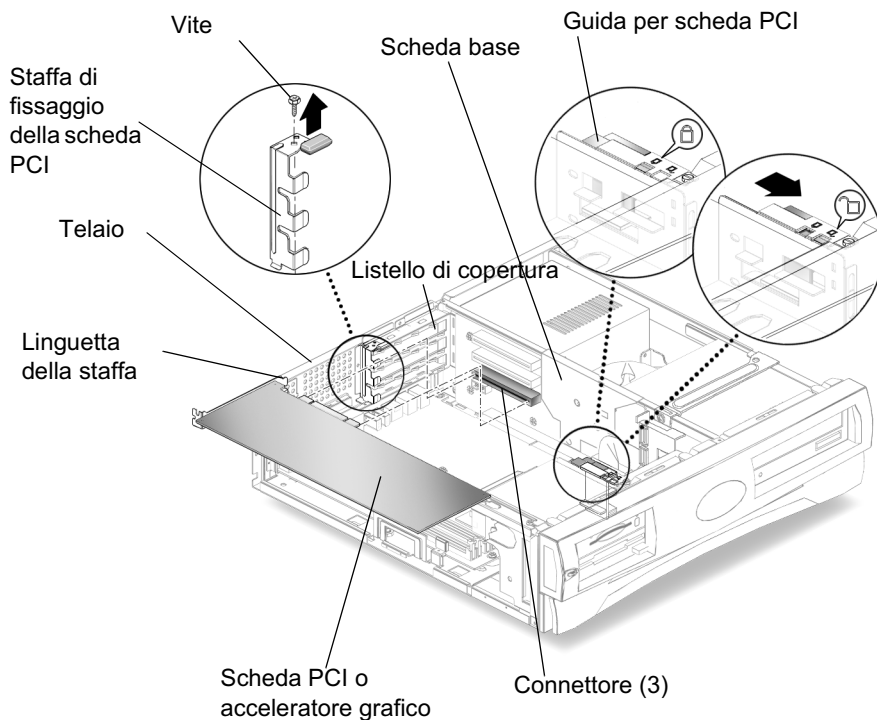

FIGURA 4-8 Installazione di una scheda PCI o di un acceleratore grafico
2. Servirsi di un cacciavite Phillips n° 2 per rimuovere la vite che fissa la staffa della scheda PCI (FIGURA 4-8).
7. **Reinstallare la staffa di fissaggio della scheda PCI (FIGURA 4-8).**